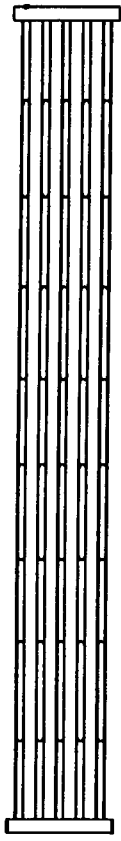
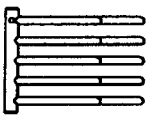

Fig. 1b
Fig. 1c
1. Grzejnik rurkowy z symetrycznie rozłożonymi, poziomymi rurkami o czterech jednakowych skrajnych odcinkach, krótszych od czterech środkowych odcinków jednakowej długości, pomiędzy którymi usytuowane są dwa krótsze odcinki poziome, jak pokazano na rysunku, w widoku z przodu – fig.1, w widoku z boku - fig. 1b, oraz w widoku z góry – fig. 1c.